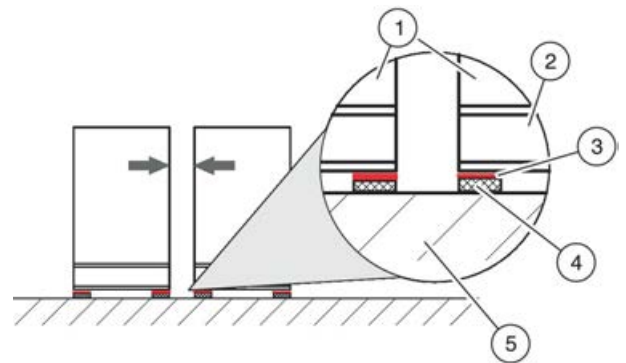

Abb. 13: Geräteverbindung bei schwingungsdämpfender Aufstellung
Die Positionierung der RLT-Bauteile (Abb. 13 /1) auf einem Untergrund mit hohem Reibungskoeffizienten (z. B. Kautschuk- oder Elastomerplatten (Abb. 13 /4)) wird durch Gleitbleche (Abb. 13 /3) erheblich vereinfacht.
- ▶ Die kundenseitigen Gleitbleche (Abb. 13 /3) unter die RLT-Gerätegrundrahmen (Abb. 13 /2) der einzelnen RLT-Bauteile (Abb. 13 /1) positionieren.